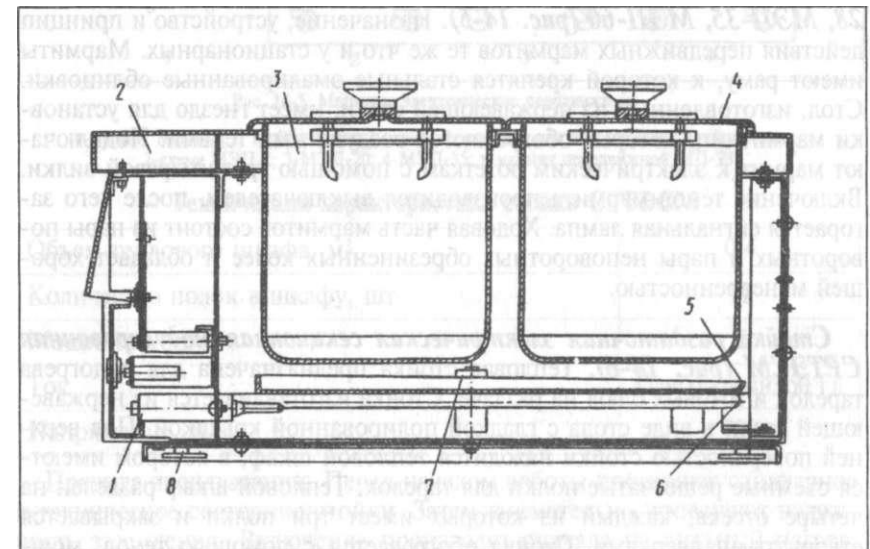

Рис. 14-4. Мармит настольный электрический МНЭ-45:
**Мармиты настольные электрические МНЭ-22, МНЭ-45 (рис. 14-4).** Они предназначены для сохранения в горячем состоянии первых и вторых блюд. Используются эти мармиты на предприятиях с барным методом обслуживания. Корпус мармита имеет стол с прямоугольными мармитницами двух типоразмеров. Конструкция обоих мармитов аналогична. Обогрев мармитниц осуществляется воздухом, нагреваемым тенами, установленными под съемным поддоном. Заданный температурный режим мармита поддерживается автоматически с помощью терморегулятора. Отличаются между собой эти мармиты только вместимостью мармитниц, потребляемой мощностью и размерами.